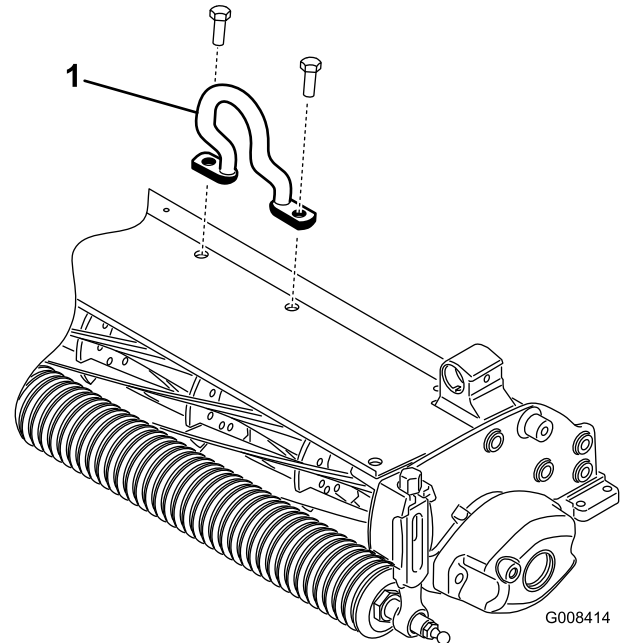

Figure 6
- Montez l'anneau excentré (Figure 6) sur le haut du défendeur au moyen de 2 vis à tête.